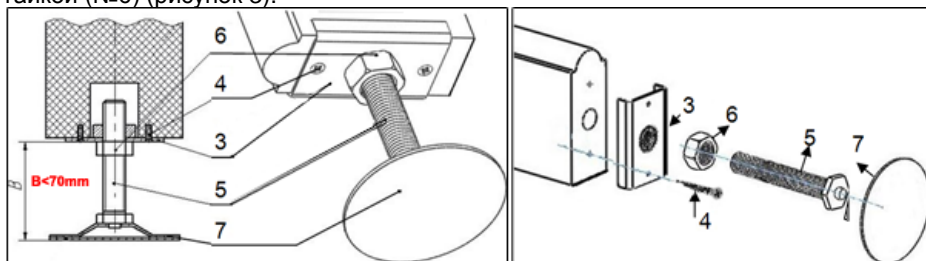

Рисунок 3
4.1.5. Установить подпятники (№3) на нижние части стоек (№1, №2) и закрепить саморезами (№4). Вкрутить в каждый подпятник (№3) болт-домкрат (№5) с фиксирующей гайкой (№6) (рисунок 3).
4.1.7. Выворачивая винты домкратные (№5) (не более 7мм!!!) закрепить Комплекс между полом и потолком. Для обеспечения вертикальности использовать отвес. Закрепить положение винтового домкрата фиксирующей гайкой (№6) (рисунок 3).
4.2.4. Установить подпятники (№3) на нижние части стоек (№1, №2) и закрепить саморезами (№4). Вкрутить в каждый подпятник (№3) болт-домкрат (№5) с фиксирующей гайкой (№6) (рисунок 3).
4.2.6. Выворачивая винты домкратные (№5) (не более 7мм!!!) закрепить Комплекс между полом и потолком. Для обеспечения вертикальности использовать отвес. Закрепить положение винтового домкрата фиксирующей гайкой (№6) (рисунок 3).